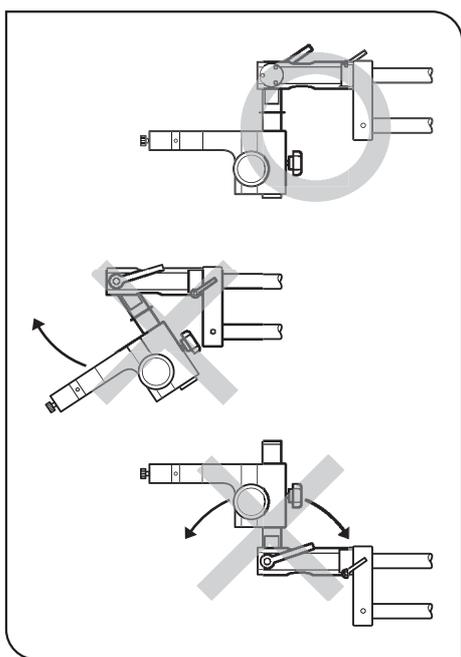

Fig. 13
4. Lorsque le microscope installé est équipé d'une caméra vidéo ou d'une unité de photographie, ne pas incliner le corps microscope. Etant donné que le microscope est lourd et que le centre de gravité du système est situé en hauteur, le desserrement du levier de blocage peut entraîner une rotation soudaine du microscope, causant des dommages à la caméra vidéo, à l'unité photographique ou au corps microscope. (Fig. 13) (Pour la procédure à suivre pour cette opération, voir page 13.)